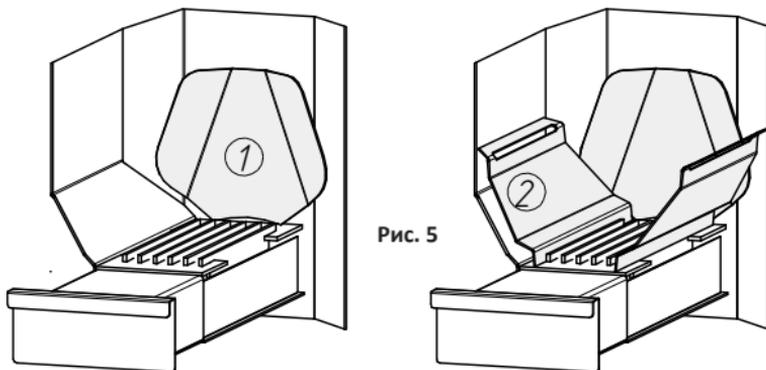

Рис. 5
Котловой патрубок (2) – несъемный элемент с толщиной стенок 5 мм, служит обязательным переходным элементом от печи к дымовой трубе. Все печи дополнительно могут быть оснащены специальными усилительными приспособлениями (рисунок 5), улучшающими процесс горения и дополнительно защищающими топку печи от разрушения из-за действия высокой температуры. Приспособления имеют каналы подачи дополнительного воздуха для горения, который, поступая в топку, проходит частично над огнем в её верхнюю часть, при этом недогоревшие продукты горения (сажа) также сгорают. При подобном дожиге печных газов вырабатывается дополнительное тепло, повышая эффективность печи.
Для монтажа пластин усиления необходимо осуществить следующие действия (см. рисунок 5):